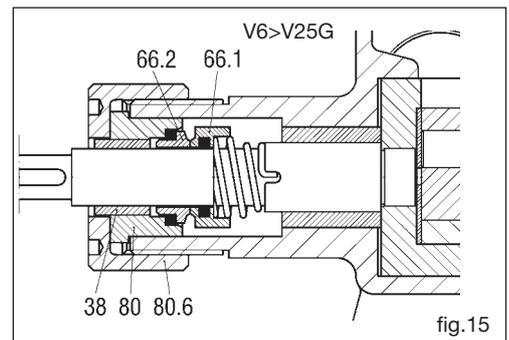

fig.15
11.8 Démontage de la garniture mécanique ST5, ST6 (pompes en fonte de V6 à V 25) (fig. 15)
- ❑ Dévisser le couvercle (80.6), enlever le porte-garniture (80) ainsi que la partie fixe (66.2) de la garniture mécanique.